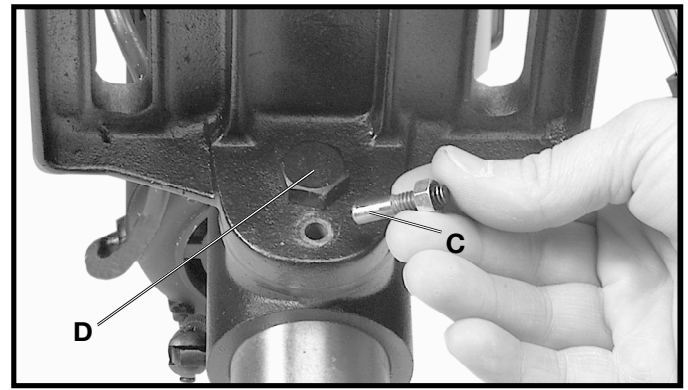

Fig. 23
4. Cuando vaya a devolverla mesa a su posición nivelada, reponga el pasador de alineamiento de mesa (C) Fig. 23. Esto colocará la superficie de la mesa automáticamente a 90 grados del árbol. Vuelva a apretar el perno (D).